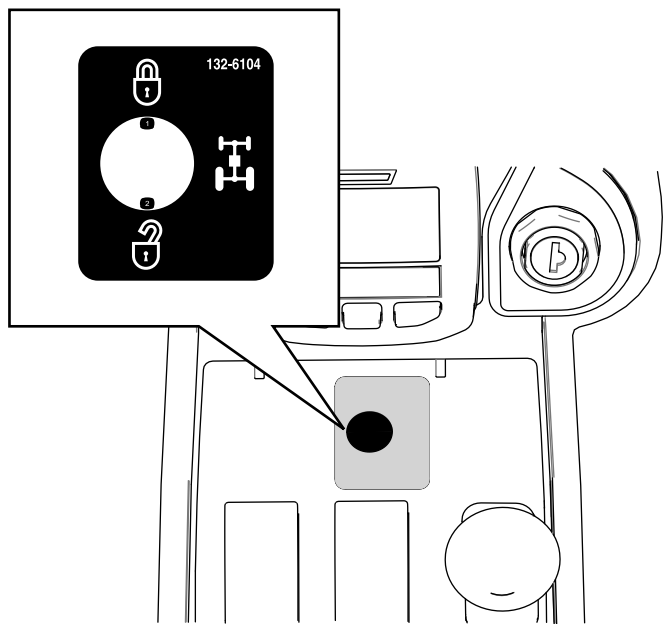

図 16
2. 穴の上から 4WD 機能説明デカルを貼り付ける 図 16。